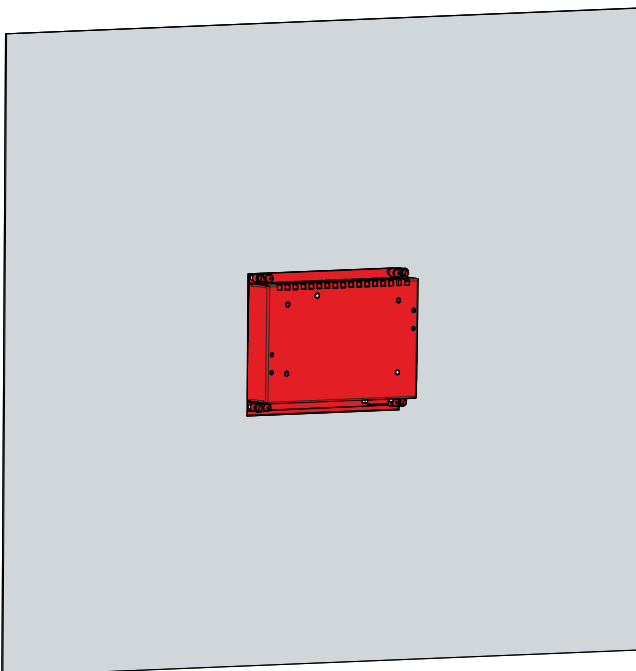

Abb. 17: Wandpositionierung
3. Wählen Sie den „Cleaning Mode“ aus (siehe Abb. 17).